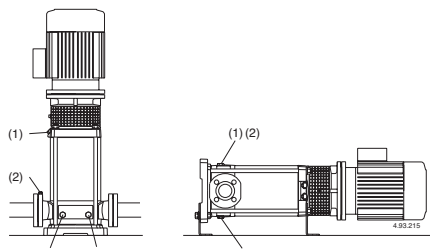

Fig. 4 (1) Fyllning samt luftskruv
Om den sugande funktionen upphör (tryckmanometern svänger eller om trycket minskar/ökar) se till att alla röranlutningar på sugsidan är täta, repetera avluftningen på sugsidan (2), se till att avluftningsskruven (2) samt dräneringspluggen (3) är täta på sugsidan (**fig. 4**).
För att förlänga livslängden skall pumpen som vid pumpning av förorenade vätskor köras med en ren vätska efteråt för att avlägsna partiklar eller, efter dränering genomförs rengöring genom att rent vatten (minst 40 liter) hälls in genom fyllnadspluggen (1) på trycksidan tills det kommer ut genom dräneringshålet (3) på sugsidan (fig. 4).
Före demontering, koppla bort strömkabeln från terminalboxen. Stäng ventilerna på sug och trycksidan och töm pumphuset (fig.4).